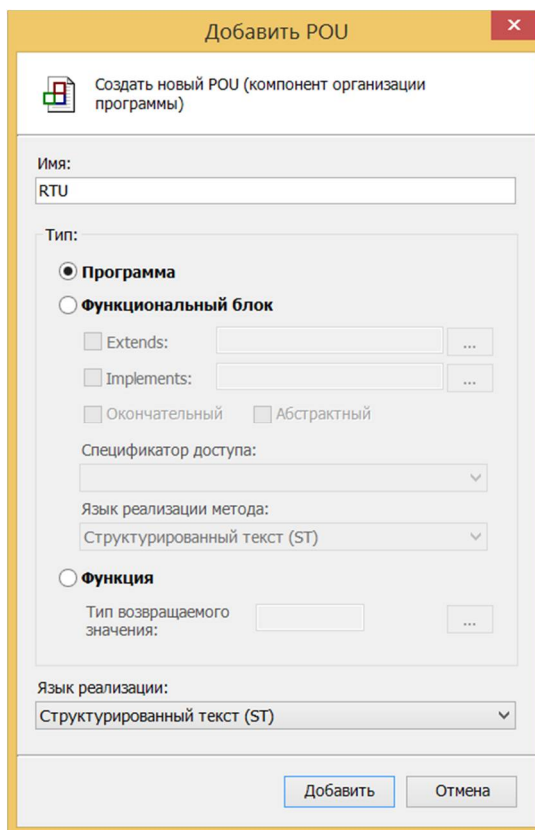

Рисунок 87 – Окно настроек добавления нового POU
В открывшемся окне «Добавить POU» выбираем тип «Программа», язык реализации «Структурированный текст (ST)» и даем имя RTU и жмем кнопку «Добавить» (рисунок 87)